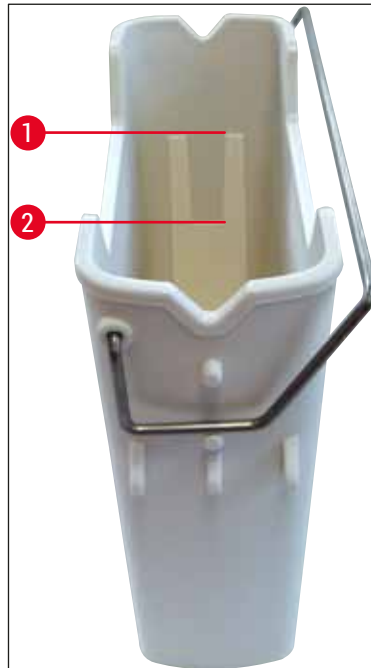

Fig. 17
- » Vérifier que la poignée de la cuvette de réactifs est correctement installée sur la cuvette de réactifs. Si ce n'est pas le cas, fixer la poignée comme indiqué sur la (→ Fig. 17).